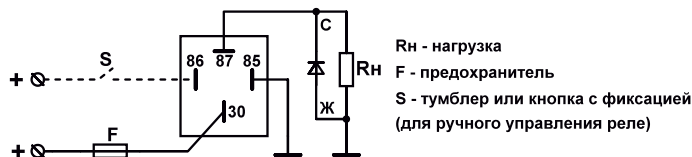

Рис.1
1.1 Подключить реле в соответствии со схемой (рис.1).